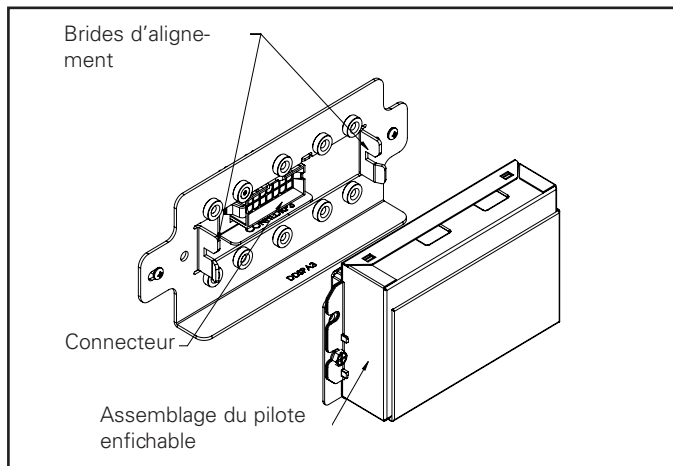

Figure 26.
8. Tenez et tirez l'ensemble du boîtier de pilote enfichable jusqu'à ce qu'il se déconnecte (Figure 26).
11. Alignez le boîtier de pilote enfichable aux brides d'alignement et au connecteur sur la boîte de jonction, puis poussez-le doucement jusqu'au fond pour enclencher le connecteur (Figure 26).